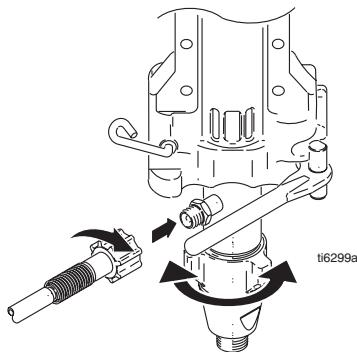

FIG. 26
4. FIG. 26. Lukk pumpedøren og drei klinken i stilling. Klinken skal ikke strammes.
5. FIG. 26. Drei pumpen for å rette den opp med maleslangen. Kople til maleslangen og trekk den til for hånd med et moment på 70 in-lb.